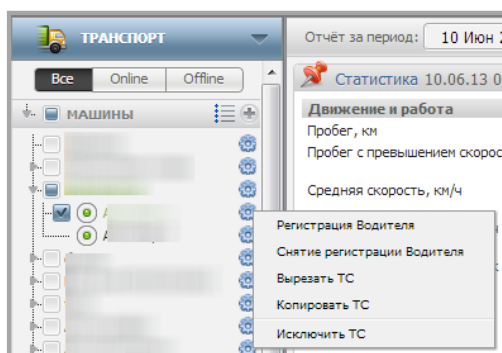

Рисунок 93
- ТС, для которого необходимо зарегистрировать водителя и нажмите  и выберите «Регистрация водителя» (Рисунок 93) или
В главном окне ПО Omnicomm в разделе «Транспорт» выберите ТС, для которого необходимо снять регистрацию водителя и нажмите  и выберите «Снятие регистрации водителя» (Рисунок 93) или в разделе «Водители» выберите водителя, с которого необходимо снять регистрацию на ТС и нажмите  и выберите «Снятие регистрации водителя».